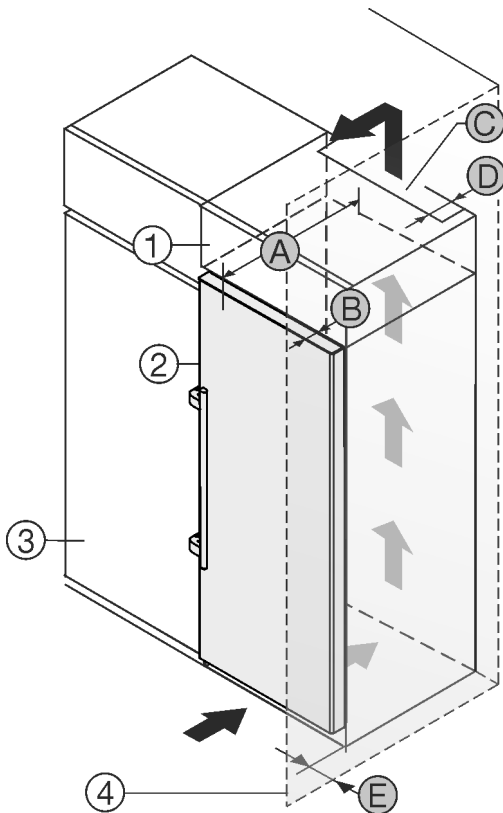

Fig. 2
Ju mund ta instaloni pajisjen direkt ngjitur me dollapin e kuzhinës Fig. 2 (3).*
Në faqen e pasme të dollapit së montimit duhet të ketë një hapësirë ajrimi me thellësi Fig. 2 (D) në të gjithë gjerësinë e dollapit të montimit.*
Nën mbulesën e hapësirës duhet respektuar seksioni tërthor i qarkullimit të ajrit Fig. 2 (C).*
Nëse instaloni pajisjen me mentesha pranë një muri Fig. 2 (4), atëherë duhet që distanca midis pajisjes dhe murit të jetë të paktën 57 mm. Kjo përkon me zgjatimin e dorezës kur dera është e hapur.*
Në mënyrë që dera të mund të hapet plotësisht, duhet që pajisja të dalë jashtë përpara kanatit të dollapit të kuzhinës sa thellësia e derës Fig. 2 (B). Në varësi nga thellësia e dollapëve të kuzhinës Fig. 2 (3) dhe përdorimi i ruajtësve të distancës nga muri, pajisja mund të dalë më shumë përpara dollapit.*